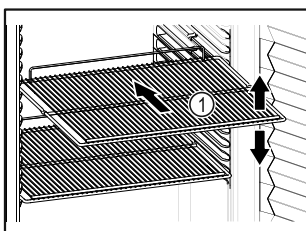

Fig. 50 Primjer izgleda
- Ako su rešetke za polaganje Fig. 50 (1) pomične, prilagodite ih po visini.